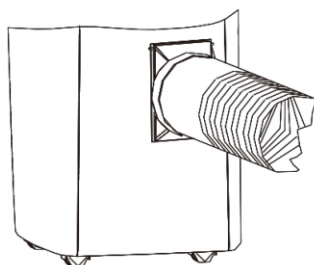

Fig. 10
11. Il montaggio del condotto di scarico dell'aria e dei relativi accessori è terminato come illustrato nel disegno della Fig. 10.